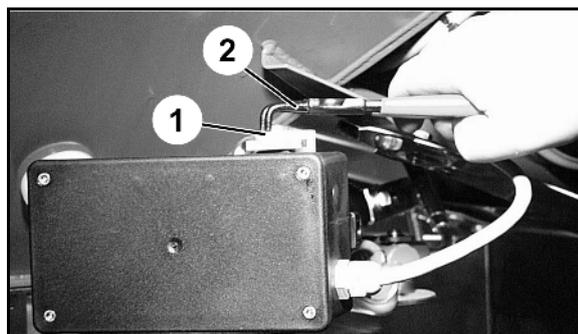

図 12
1. 両側の固定クリップ (図 12/1) をペンチ (図 12/2) で取り外します。